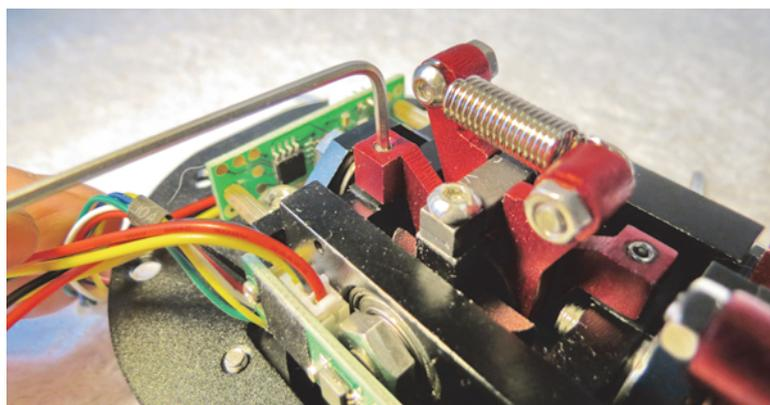

Рис. 1.6.
2. Коротким коленом шестигранника, входящего в комплект поставки \llcorner , выкрутите контрольный винт (рис. 1.6), фиксирующий регулировочный винт (на рисунке не виден).